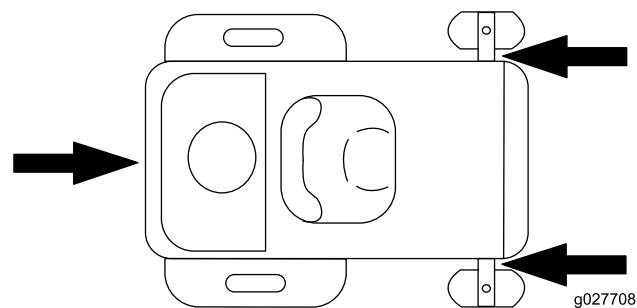

Bild 31
5. Vergurten Sie die Maschine in der Nähe der vorderen Laufräder und der hinteren Stoßstange (Bild 31).